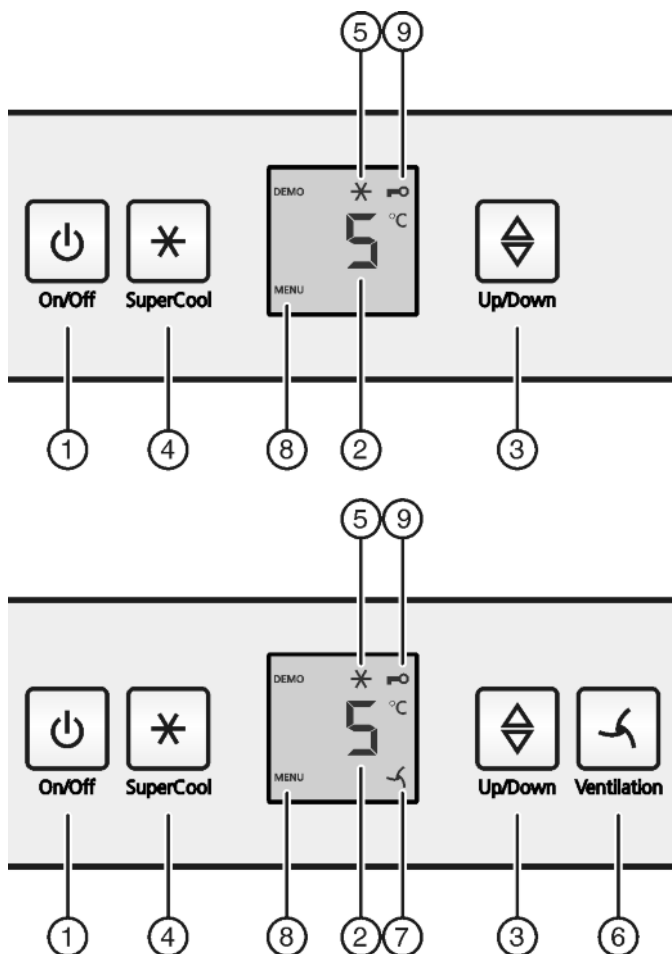

Fig. 2
- ▶ Нажать кнопку On/Off Fig. 2 (1).
- ▶ Нажмите кнопку «SuperCool» Fig. 2 (4) и удерживайте ее прим. 5 секунд.
- ▷ На индикаторе будет отображаться символ «Меню» Fig. 2 (8).
- ▶ Для подтверждения нажать и отпустить кнопку «SuperCool» Fig. 2 (4).
- ▷ На индикаторе горит символ «Защита от детей» Fig. 2 (9).
- ▶ Нажать и отпустить кнопку «On/Off» Fig. 2 (1).
- ▶ Активация модуля регулировки температуры: нажмите кнопку настройки Fig. 2 (3).
- ▶ Температуру меняйте ступенями по 1 °C: нажимайте кнопку настройки Fig. 2 (3) до тех пор, пока на индикаторе температуры не будет высвечена требуемая температура.
- ▶ Коротко нажмите кнопку SuperCool Fig. 2 (4).
- ▷ На индикации горит символ SuperCool Fig. 2 (5).
- ▷ Символ SuperCool Fig. 2 (5) на индикации гаснет.